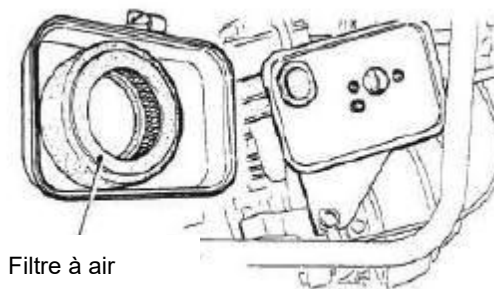

Figure12 Filtre à Air du Moteur
- Le filtre à air (Figure 12) du côté du moteur sera difficilement contaminé, s'il en est, mais après avoir nettoyé l'élément avec du kérosène, le tremper dans de l'huile mélangée constituée de 3 parts d'essence et 1 part d'huile à moteur. Ensuite, serrer fermement l'élément primaire externe (éponge) et secouer bien l'élément secondaire interne avant de les installer.